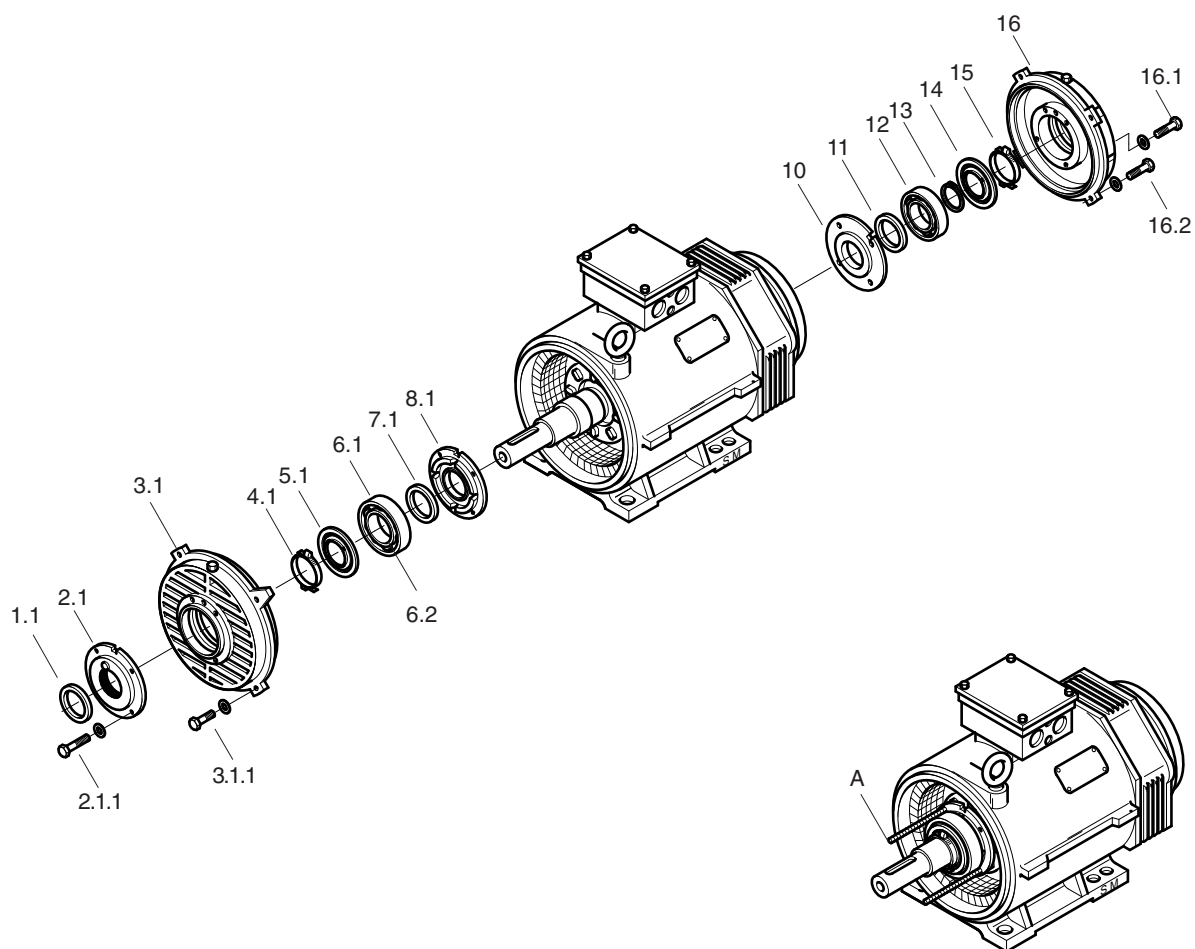

Fig. 14: Sostituzione del cuscinetto AH180 fino ad AH315
5.5.3 Smontaggio nel caso di cuscinetto a rulli cilindrici sul lato di comando (→ fig. 14) (Per il cuscinetto a sfere a gola profonda sul lato opposto, vedere 5.5.1)
5.5.4 Montaggio nel caso di cuscinetto a rulli cilindrici sul lato di comando (→ fig. 14) (Per il cuscinetto a sfere a gola profonda sul lato opposto vedere 5.5.2).